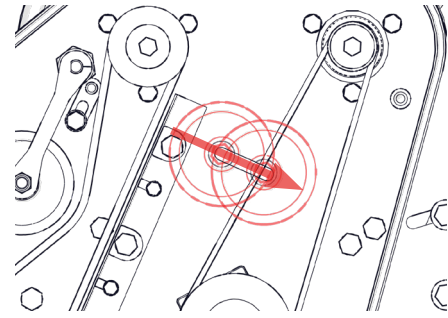

Fig. 14I - Regolare la puleggia per aumentare la pressione sulla cinghia.
- iii. Regolare la puleggia tendicinghia per aumentare la tensione sulla cinghia e stringere. La tensione viene testata torcendo la cinghia tra il pollice e l'indice. Ottenere una torsione tra 70-90° (Fig. 14I), o di 350 N con un misuratore di tensione delle cinghie. Regolare nuovamente la puleggia tendicinghia secondo necessità, aumentando o riducendo il contatto per ottenere questi valori.